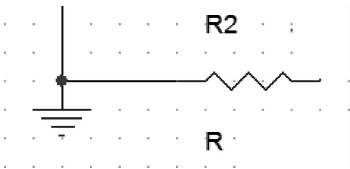

图 6-54 放置接地符号
3. 单击 按钮，退出对话框，在鼠标上显示浮动的接地符号，移动光标到需要放置接地的地方，单击鼠标即可完成放置，如图 6-54 所示。此时鼠标仍处于放置接地的状态，重复操作即可完成放置其他的接地符号。